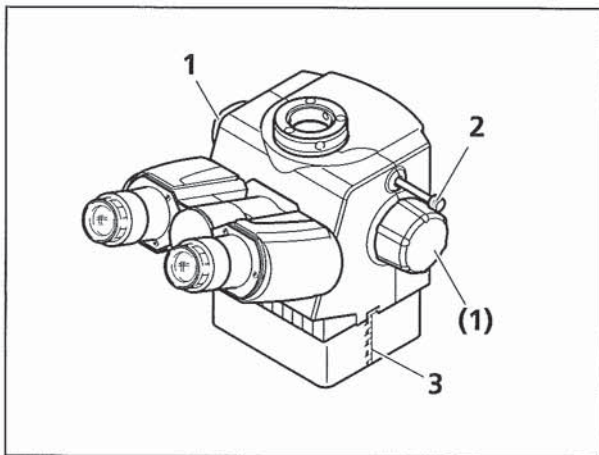
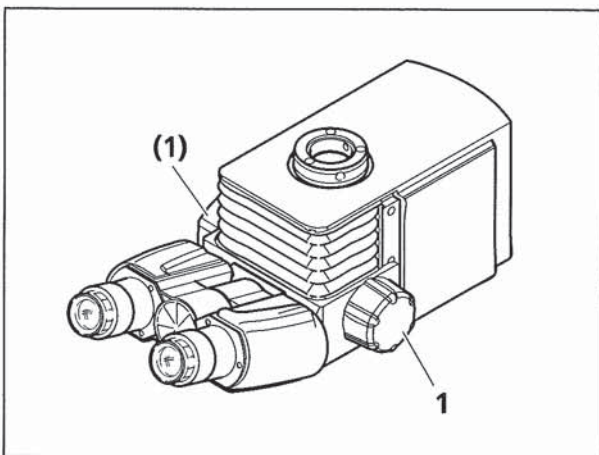

Bild 2-12 Binokularer Ergofototubus 20°/23 mit Höhenverstellung
Bild 2-13 Binokularer Ergofototubus 15°/23, ausziehbar, mit Höhenverstellung
- Die stufenlose Höhenverstellung der erfolgt über Betätigung der Drehgriffe (Bild 2-12/1 und Bild 2-13/1).
- Der Verstellweg kann beim Ergofototubus 20°/23 an der seitlichen Skala abgelesen werden (Bild 2-12/3).
- Schubstange (Bild 2-12/2) eingeschoben: 100 % zu den Okularen.
- Schubstange (Bild 2-12/2) herausgezogen: 100 % zum Fotoausgang.
Der **Ergofototubus 15°/23** (Bild 2-13) ist nur mit aufrechtem Bild und mit fester Teilung (50:50) erhältlich.